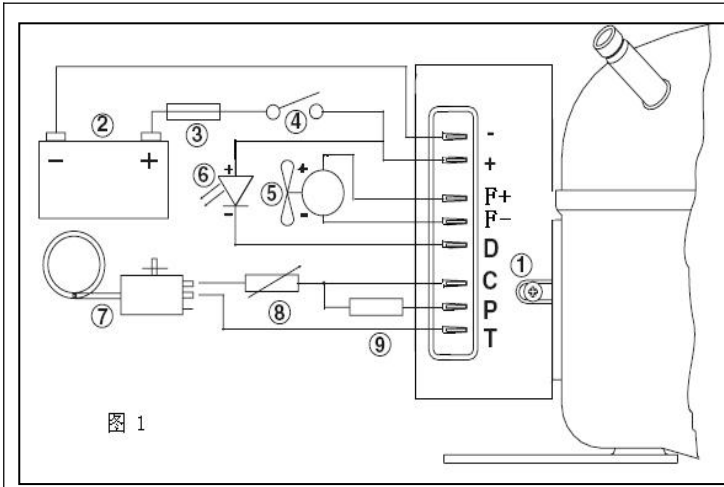

图 1
- 安装方式：如图 1 所示。将控制器三相输出插件紧插在压缩机的接线端上，控制器套入压缩机的装卡片后拧紧螺钉（1）。
- 电源连接：如图 1 所示。a、控制器的电源输入线直接连接至电池的正负极（2），控制器的（-）极连至电池的负极；控制器的（+）极连至电池的正极，否则控制器将不能正常工作，控制器具有电源反接保护。b、为了保护装置，必须在正电源连线中接入一个保险丝（3），并尽可能的靠近电池的正输出极；推荐 12V 系统采用 15A；24V 系统采用 7.5A。c、如果加入主开关（4），则开关的最小通断电流值大于 20A。d、电源线的选择（线径及长度）可参照表 2，否则会因电源连线上的电压降影响到控制器的电池保护点的设置值。
- 电池的保护：如图 1 所示。a、控制器通过检测输入极（+）和（-）之间的电压值来确定停止压缩机及重新启动压缩机，用于保护不同的供电电池。
5、 温度开关：如图 1 所示。a、温度开关（7）连接在控制器的 C、T 端，如果中间不连接任何电阻，则当温度开关闭合时压缩机的运行速度为 2000rpm。b、其他压缩机的设定转速可通过电阻（8）来调节电流（mA）获得，具体电阻数值参照表 4。
6、 外接风扇：如图 1 所示。a、控制器的端子（F+）和（F-）之间可接入一个 12V 的直流风扇（5），风扇的正极连接控制器的（F+）端，负极连接控制器的（F-）端。当控制器的输入电压超出 12V 时，端子（F+）和（F-）之间输出的值总是保持 12V。**不管输入电压系统是 12V 还是 24V，风扇必须是 12V 的直流风扇。** b、**控制器可持续输出 0.8A 的风扇驱动能力。**
7、 外接 LED 显示：如图 1 所示。a、控制器的端子（+）和（D）之间可接入一个 10mA 的 LED（6）用于显示故障，LED 的阳极连接控制器的（+）端，阴极连接控制器的（D）端。b、当发生故障时，LED 每 3 秒为循环，在每个循环中连续闪烁，根据不同的故障闪烁不同的次数，每次闪烁为 0.4 秒，持续闪烁 3.2 分钟。具体代码和闪烁次数如表 5。